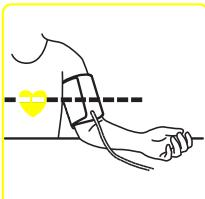

Fig. 6
- Siéntese en una silla y coloque el brazo sobre una mesa de manera que el manguito quede a la altura de su corazón (Fig. 6).